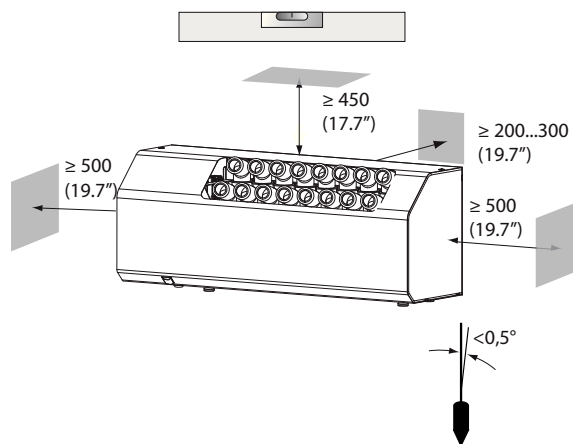

Fig. 1.b
- Posizionare l'umidificatore orizzontalmente utilizzando una livella, osservando gli spazi minimi in mm (vedere Fig. 1.b) per assicurare l'afflusso dell'aria di immissione e consentire le necessarie operazioni di manutenzione.